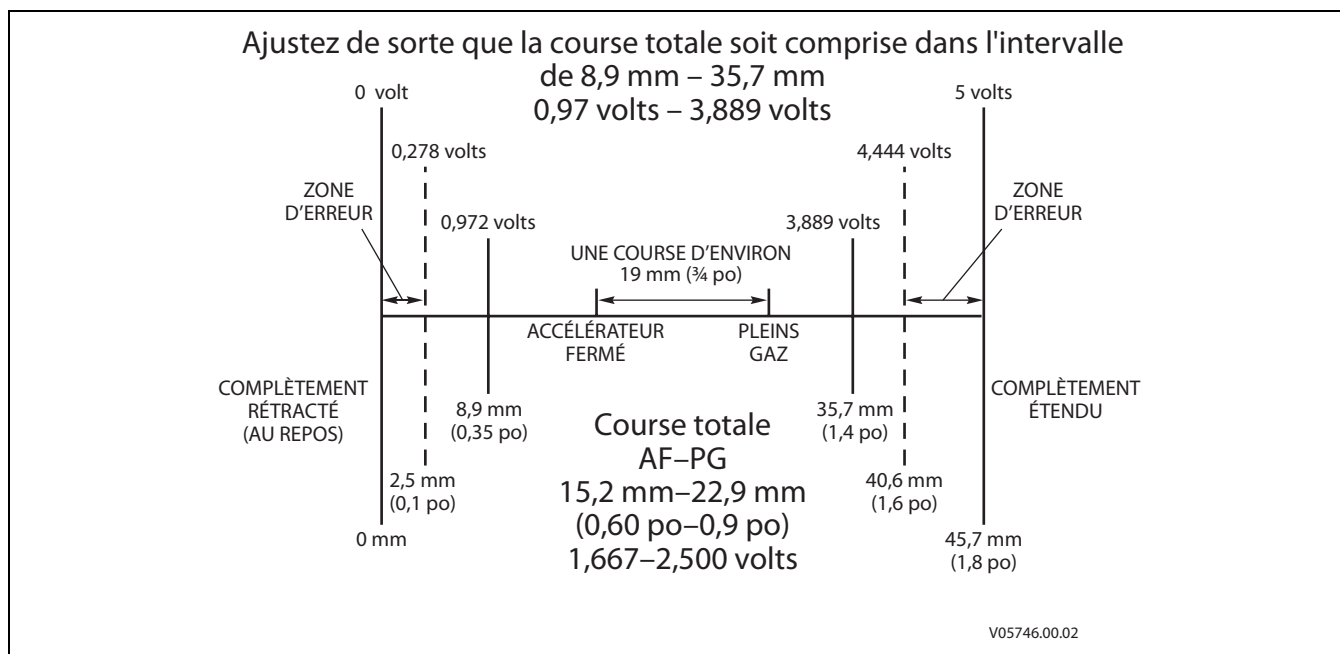
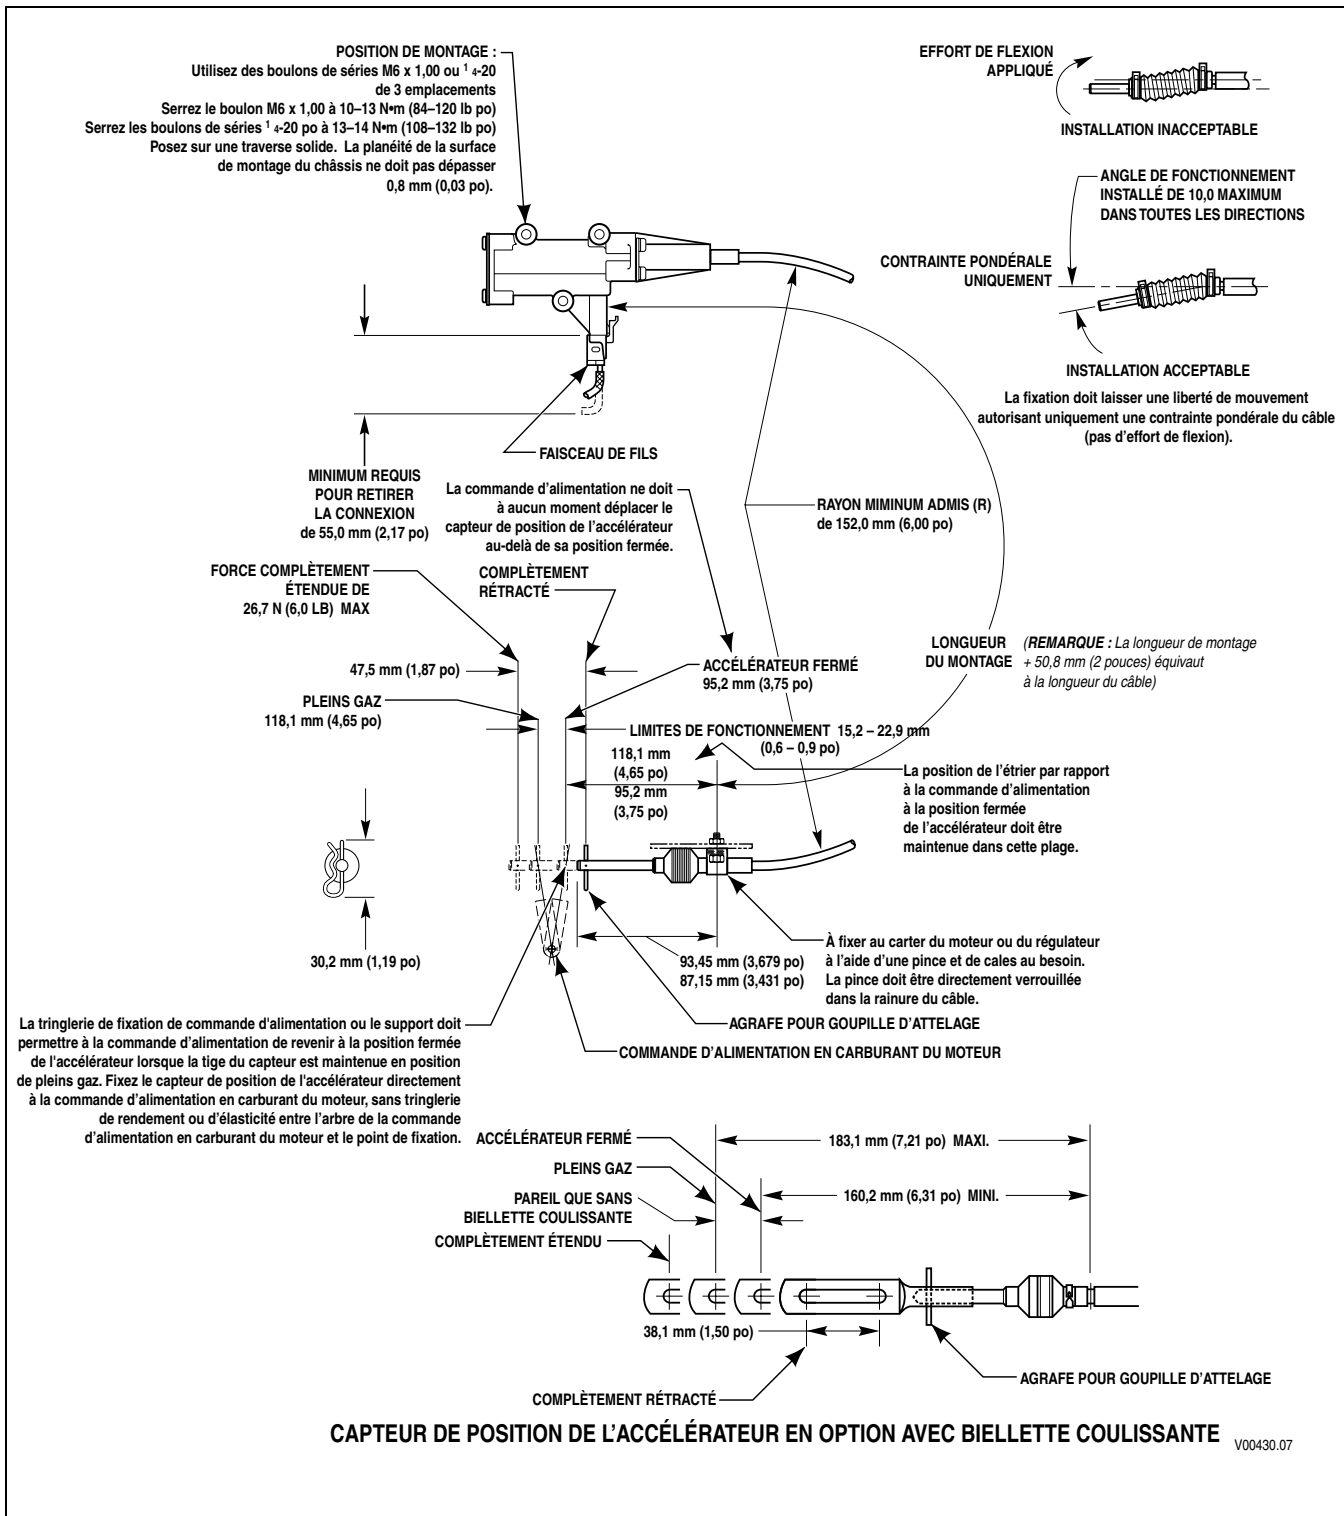

Figure F-2. Schéma de détermination de la position de l'accélérateur
Figure F-3. Réglage du capteur de position de l'accélérateur
2. Chaque position donne une tension différente. Le TCM convertit alors cette tension en pourcentage. Chaque millimètre parcouru correspond à environ 0,110 volt. La Figure F-2 montre la relation entre la tension et le mouvement de l'accélérateur.
Si le CPA a été correctement installé par le manufacturier (Figure F-3), il ne requiert en principe aucun réglage. Vérifiez que le capteur de position de l'accélérateur a bien été installé selon les spécifications du manufacturier avant de le régler. La position de ralenti doit être de 8,9 mm ou 0,97 volt environ (ou davantage), et la position de pleins gaz doit être de 35,7 mm ou 3,889 volts (ou moins). Le CPA s'étalonne automatiquement et n'a par conséquent aucune position optimale en position fermée ou pleins gaz. Tant que la course est comprise entre 8,5 et 35,7 mm, le CPA est correctement réglé. La course totale **doit être comprise entre 15,2 et 22,9 mm**. Observez le mouvement du capteur de position de l'accélérateur à mesure que ses commandes le déplacent vers sa course totale. Vérifiez qu'il se déplace sur toute sa course de façon bien alignée et sans obstruction. Assurez-vous que les positions de ralenti et pleins gaz de l'accélérateur ne se trouvent pas dans les zones d'erreur (Figure F-2). Les zones d'erreur apparaissent lorsque la position au ralenti est inférieure à 2,5 mm, ou lorsque la position pleins gaz est supérieure à 40,6 mm. Lorsque les positions de ralenti et pleins gaz de l'accélérateur se trouvent dans les zones d'erreur, le TCM enregistre un code. Lorsqu'un code de CPA est enregistré, le TCM sélectionne un réglage de gaz par défaut qui influe négativement sur la qualité des changements de vitesses.